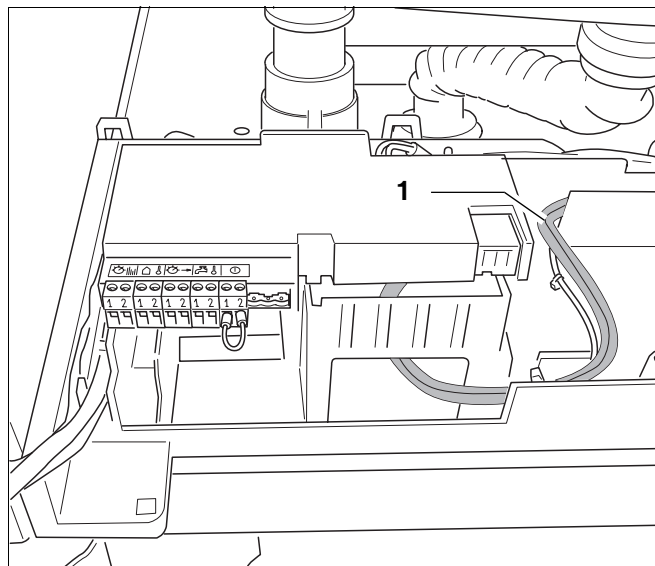
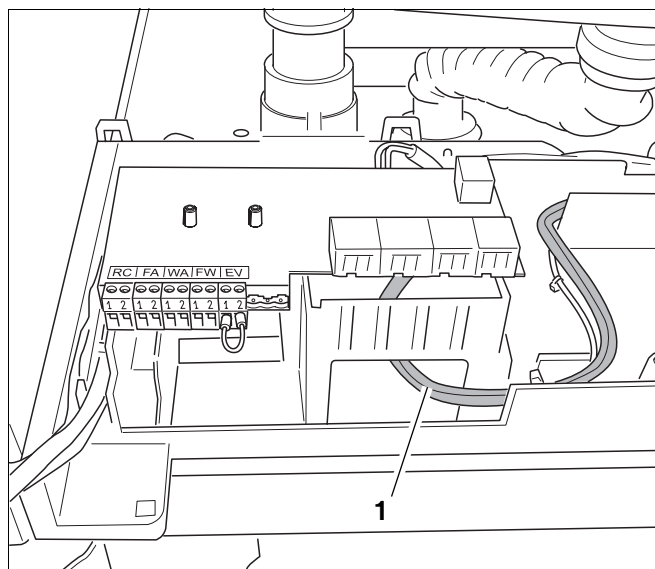

Fig. 37 Pumpens 230 VAC-kabel
Fig. 38 Pumpens 230 VAC-kabel trækkes ud
- Rul 230 VAC-kablet (fig. 37, **pos. 1**) ud, og træk det ud gennem kedlen (fig. 38).